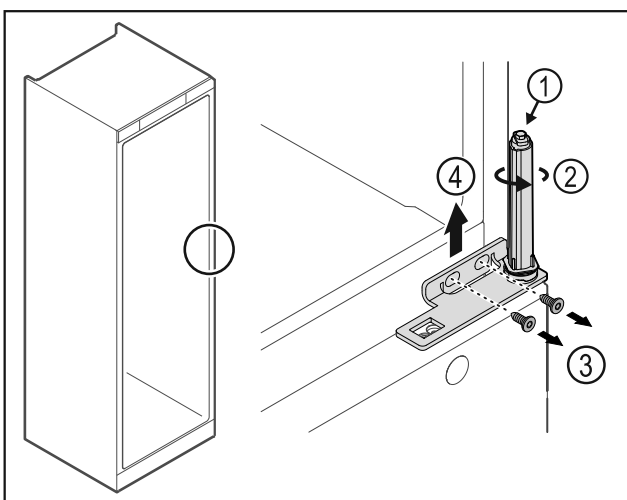

Fig. 32
- ▶ Не разбирайте систему закрытия двери Fig. 32 (1).
- ▶ Поворачивайте систему закрытия Fig. 32 (2) до щелчка.
- ▶ Открутите винты Fig. 32 (3), снимите шарнирные уголки движением вверх Fig. 32 (4).